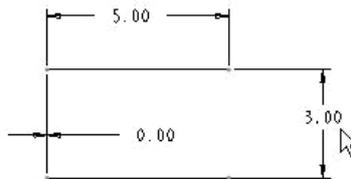

图 2-33 标注平行线间距
- (1) 单击尺寸标注按钮 , 进入尺寸标注操作。
- (2) 用鼠标左键依次单击两条直线, 在欲放置尺寸处单击中键, 如图 2-33 所示。
- (3) 用鼠标左键双击产生的尺寸, 输入尺寸数值“3”, 按中键完成。